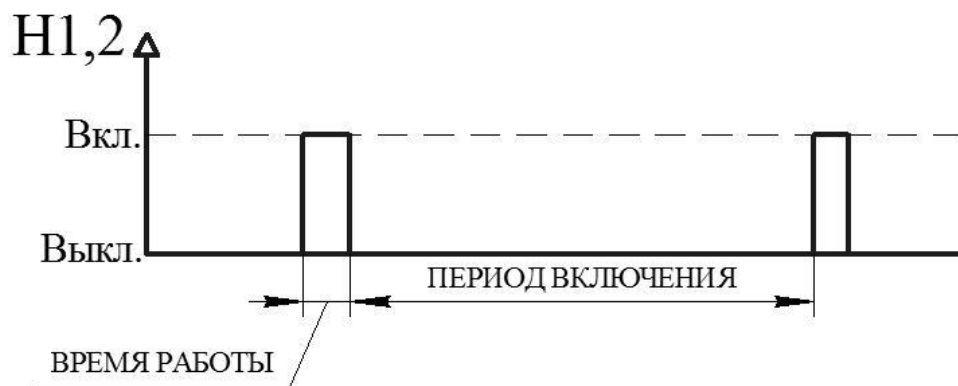

Рисунок 20 – Диаграмма работы БУН в режиме «МЕЖСЕЗОН»
- **Межсезон** – кратковременная работа насоса с задаваемой периодичностью и длительностью с целью исключения заклинивания при простое в межотопительный период (Рисунок 20).